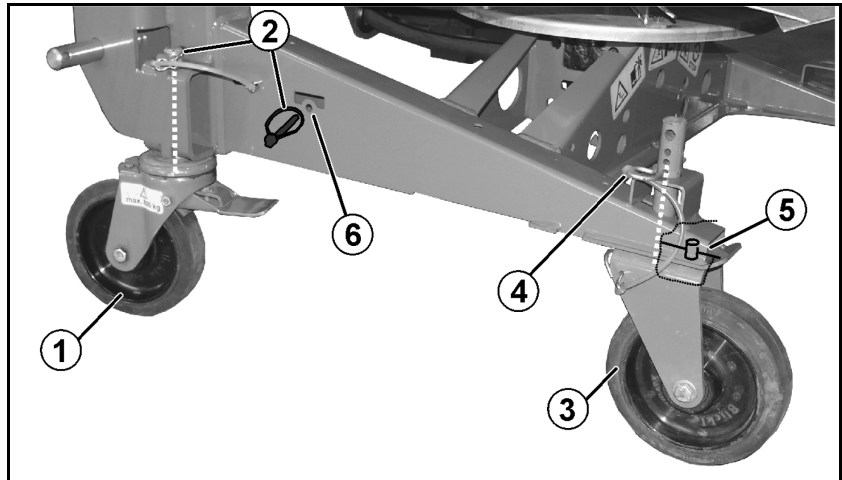

図 30
5. 前側の可動ブレーキホイール (図 30/1) を
- 取り付け、リンチピン (図 30/2) で固定します。
- リンチピンを外し、パーキング位置 (図 30/6) に移動させてから取り外します。
6. 後側の固定ローラー (図 30/3)
- 取り付けて、R ピン (図 30/4) で一番下の差し込み穴に固定します。
固定ローラーの取り付け時には、ピン (図 30/5) がフレームの穴に入り、ローラーを縦方向で保持するようにしてください。